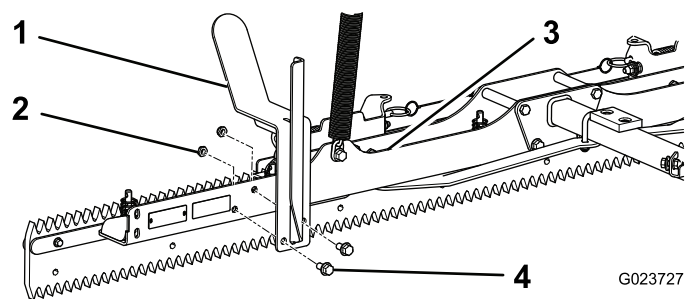

図 4
2. キャリアのボルト穴を、ネイル・ドラッグのボトム・プレートの前部にある穴に遇わせる 図 4。